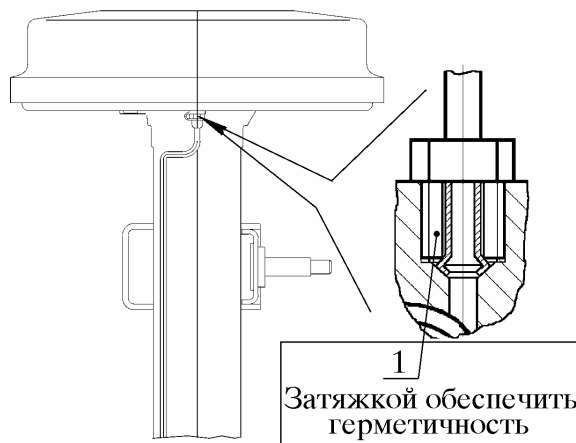

Рис. 12. Затяжка соединительных гаек трубопроводов:
1) соединительные гайки 1 (рис.12) трубопроводов затянуть с моментом, обеспечивающим герметичность соединений (момент затяжки для справок от 15 до 25 Н.м.);